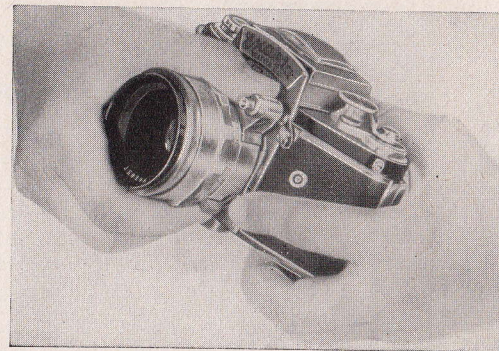

Abb. 13
Das Objektiv (25) der EXAKTA Varex ist auswechselbar. Aufbewahrt wird die Kamera aber stets mit eingesetztem Objektiv oder Schutzdeckel, der in das Bajonett des Objektivs eingesetzt wird (Staub!). Die Vorderlinse des Objektivs wird durch einen Objektivdeckel geschützt, der natürlich beim Gebrauch der Kamera abgenommen werden muß. Beim Herausnehmen des Objektivs Rasthebel (27) am Knopf zum Objektiv hin drücken (Abb. 13). Das gesamte Objektiv nach links drehen (Kamera von vorn betrachtet). Zwei rote Punkte (21 und 26) stehen sich nun gegenüber, einer an der Kamera und einer am Objektiv. Objektiv jetzt nach vorn abheben. - Beim Einsetzen umgekehrt verfahren: Objektiv (25) erst in das Bajonett hineinstecken (rote Punkte [21 und 26] stehen sich gegenüber), dann nach rechts drehen, bis der Rasthebel (27) einrastet.